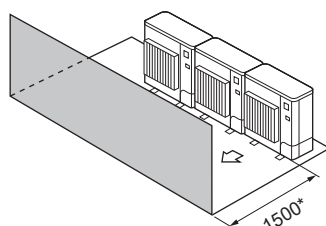

Fig. 2-15
(3) Kun forhindringer foran (Fig. 2-15)